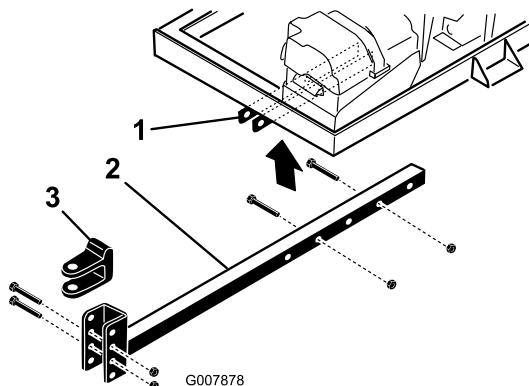

图4
- 将挂钩管插入机架支架（图4）。
- 卸下将挂钩 U 形销（图4）固定到挂钩管上的螺栓和锁紧螺母。
- 卸下将挂钩管固定到机架支架的螺栓和螺母（图4）。